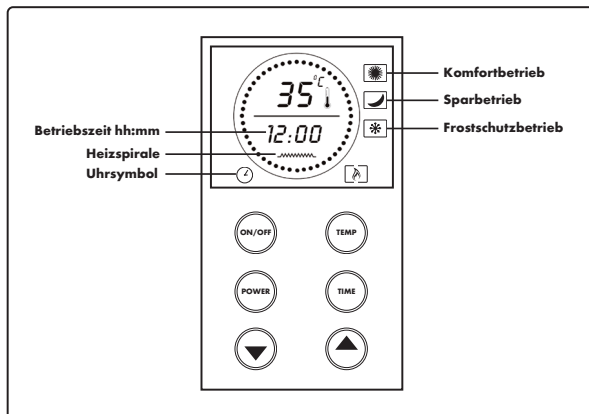
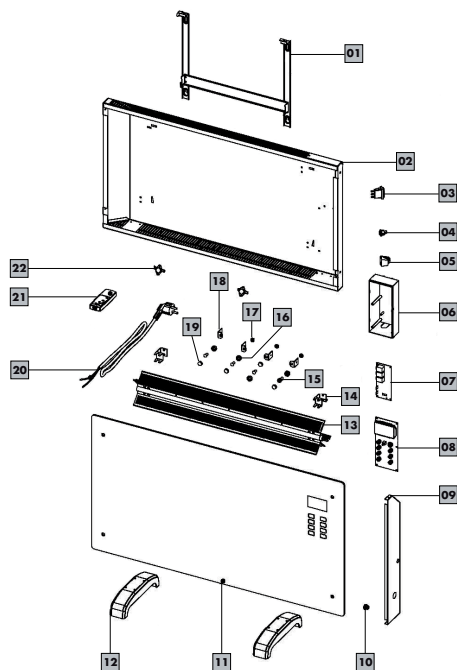

Abb. 3: Bedienfeld
Abb. 4: Explosionszeichnung
3. Betätigen Sie die Taste „ON/OFF“ auf dem Bedienfeld (siehe Abb. 3). Das LCD-Display leuchtet blau auf. Damit ist das Gerät im Standby-Modus.
1. Betätigen Sie im Standby-Modus die Taste „TEMP“ (siehe Abb. 3). Im Display wird die Umgebungstemperatur angezeigt.
Die Temperatur kann auch während des Betriebes verändert werden. Drücken Sie die Taste „TEMP“ (siehe Abb. 3) und stellen Sie die gewünschte Raumtemperatur ein. Sie bestätigen die Raumtemperatur indem Sie ca. 7 Sekunden lang keine Taste drücken oder erneut die Taste „TEMP“ (siehe Abb. 3) betätigen. Die Raumtemperatur hört auf zu blinken und die Umgebungstemperatur erscheint wieder auf dem Display.
3. Wechseln Sie mit der Taste „POWER“ (siehe Abb. 3) zwischen den Heizstufen (siehe Tab. 4).
1. Betätigen Sie im Standby-Modus die Taste „TIME“ (siehe Abb. 3). Die ersten zwei Ziffern der Uhrzeit „00:00“ hh:mm beginnen zu blinken.
2. Mit der Pfeiltaste nach oben und unten können Sie Ihre gewünschte Betriebszeit einstellen. Bei erneutem Drücken der Taste „TIME“ (siehe Abb. 3) wechseln Sie zwischen den Ziffern für Stunden und Minuten (hh:mm).
3. Sie bestätigen die Zeit indem Sie ca. 7 Sekunden lang keine Taste drücken oder erneut die Taste „TIME“ (siehe Abb. 3) betätigen. Die Zeit auf dem Display blinkt nicht mehr.
4. Das Uhrensymbol (siehe Abb. 3) auf dem Display blinkt und die eingestellte Zeit läuft ab. Das Gerät schaltet sich nach Ablauf der Zeit automatisch ab. Auf dem Display erscheint wieder „00:00“.
1. Um den Heizvorgang zu unterbrechen drücken Sie so oft die Taste „POWER“ (siehe Abb. 4) bis das Frostschutzsymbol (siehe Abb. 3) blinkt.
2. Die Heizspirale  (siehe Abb. 3) auf dem Display verschwindet und das Gerät hört auf zu heizen.
Das Gerät ist nicht angeschaltet.	Stellen Sie den Ein-/Ausschalter (siehe Abb. 3, Nr. 3) auf Position „I“.